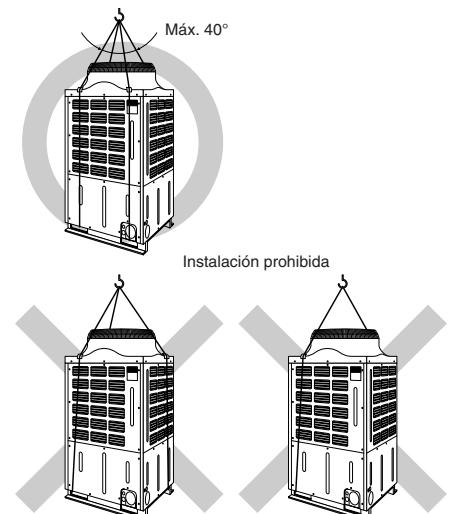

Fig. 3-3
3.3. Precauciones al levantar la unidad (Fig. 3-3)